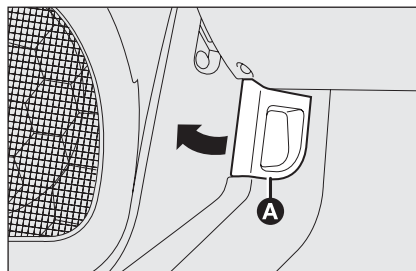

fig. 122
- ☐ tirer le levier **A-fig. 122** dans le sens indiqué par la flèche;